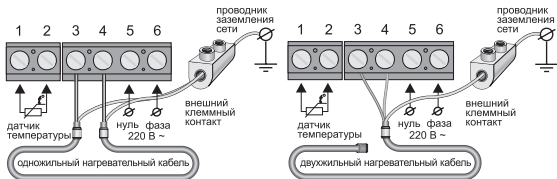

Рис. 13
2. 3-х проводная электрическая сеть (с отдельным проводником заземления), – экран нагревательной секции подключается к проводнику заземления или мата напрямую при помощи внешнего клеммного контакта под винт (входит в комплект поставки) (рис. 13).